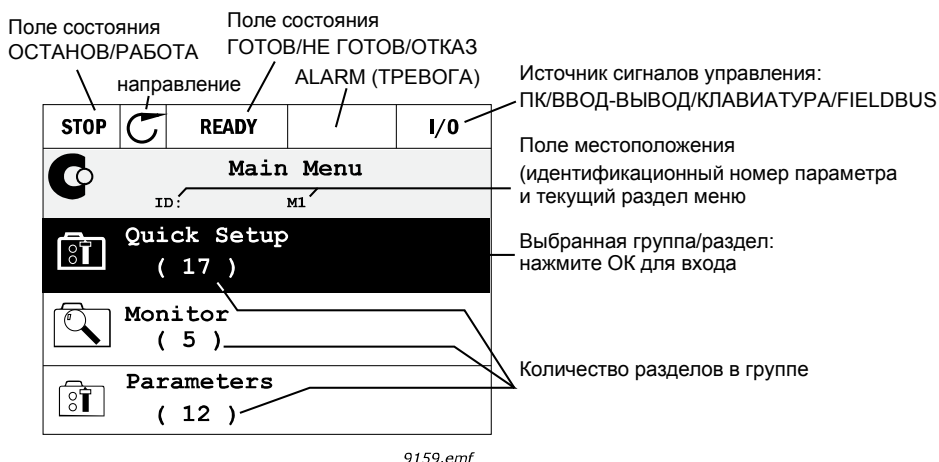

Рис. 24. Главное меню
*Поле местоположения* указывает текущее положение. *Поле состояния* информирует о текущем состоянии привода. См. Рис. 24.